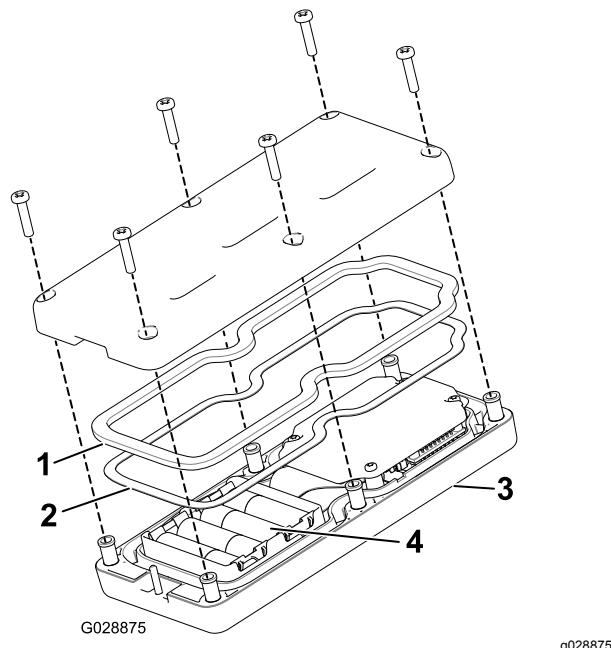

Figura 46
3. Retire los 6 tornillos de la parte trasera del control remoto y quite la tapa (**Figura 46**).
5. Coloque las baterías en su alojamiento observando la polaridad correcta. El alojamiento lleva marcas de polaridad para cada terminal grabadas en relieve (**Figura 46**).
6. Si quita la junta de goma o el obturador de acero por accidente, colóquelos de nuevo con cuidado en su lugar del control remoto de mano (**Figura 46**).
7. Vuelva a colocar la cubierta y fíjela con los 6 tornillos que retiró anteriormente (**Figura 46**) y apriételos a entre 1,5 y 1,7 N·m.